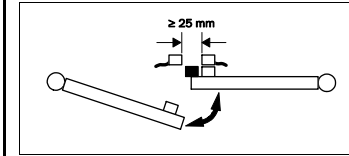

Abb. 6: Montagebeispiel an Schwenktüren
- Mindestabstand zweier benachbarter Magnetischer Sicherheitsschalter: 25 mm. Bei Schwenktüren ist der Betätiger an der Schließkante anzubringen (Abb. 6).